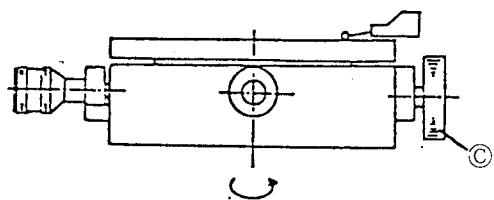

図5-11
(2) 測定物外周（内周）基準におけるチルチング方法
- ① テーブル上面75mmの位置におけるセンタリングを行う。
- ② ①の位置より上部の部分に先端子を当てる(図 5-11)。この時、指針が検出出力の中央aに来る